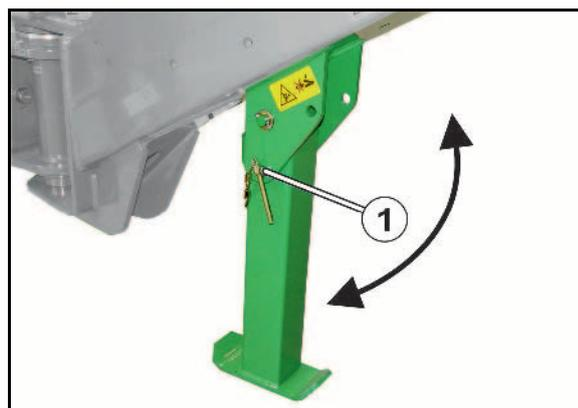

Fig. 55
- la activación de carriles en el cabezal repartidor bloquea mediante una corredera (Fig. 55/1) la distribución de semillas a los conductos de semillas (Fig. 55/2) de las rejillas de carriles
La alimentación con semillas a las rejillas de carriles se interrumpe tan pronto como el motor eléctrico (Fig. 55/3) cierra los correspondientes tubos de llegada (Fig. 55/2) en el cabezal repartidor.
Un sensor (Fig. 55/4) comprueba si las correderas (Fig. 55/1), que abren y cierran los tubos de llegada (Fig. 55/2) trabajan de forma adecuada.